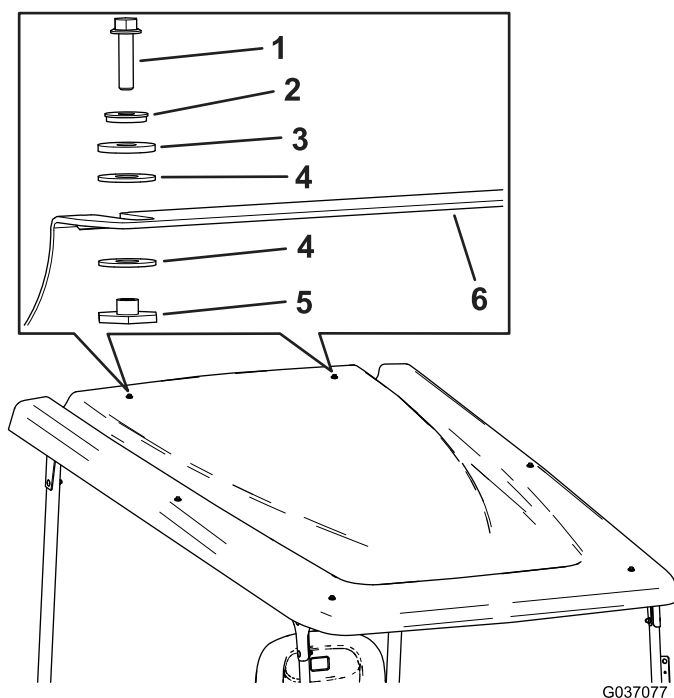

图16
17. 用 2 个六角凸缘螺栓 (1/4 x 1 英寸)、2 个密封垫圈、2 个摩擦垫圈、4 个塑料垫圈和 2 个凸缘轴套将遮阳篷安装到后交联上 (图16)。